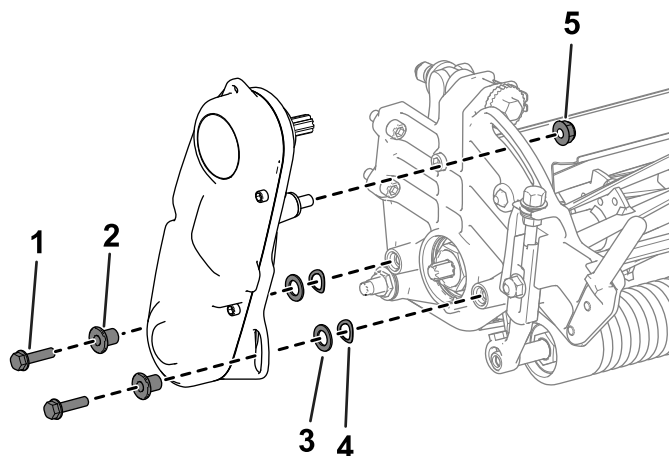

Figura 43
- Remova as ferragens que prendem o conjunto da transmissão do cilindro à placa lateral (Figura 43).
3. Remova o conjunto da transmissão do cilindro, anilhas planas, anilhas de mola e espaçadores da placa lateral (Figura 43).